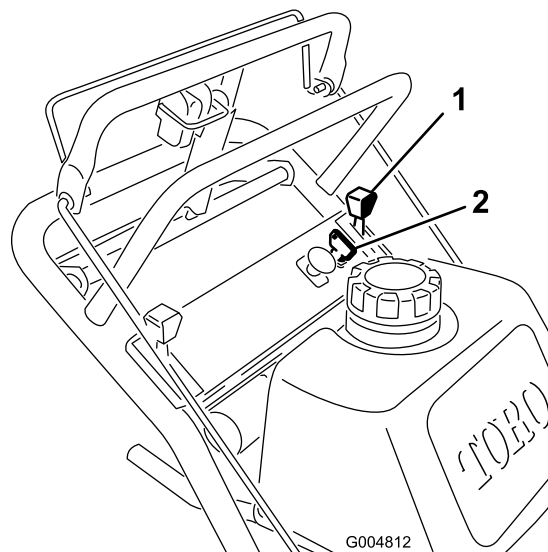

Figure 15
1. Placez la manette d'accélérateur en position **bas régime** (Figure 15).
3. **Coupez le contact** (Figure 15).